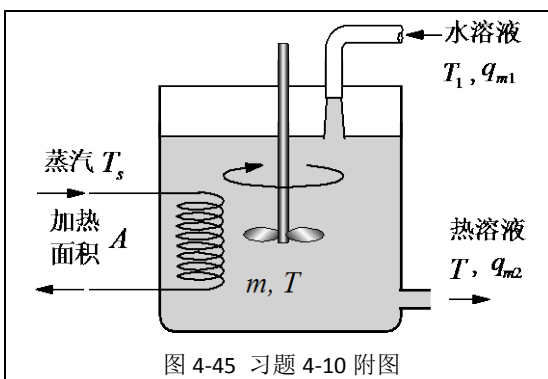

图 4-45 习题 4-10 附图
**4-10** 温度为  $T_1$  的溶液以质量流量  $q_{m1}$  进入搅拌槽加热，加热后的溶液以质量流量  $q_{m2}$  流出，如图 4-45 所示。搅拌槽中安装有加热面积为  $A$  的螺旋管，放热速率  $\dot{Q} = hA(T_s - T)$ ，其中  $h$ 、 $T_s$  分别为换热系数和螺旋管内饱和蒸汽温度，且两者均为定值， $T$  是搅拌槽中溶液温度。在  $t=0$  时刻，搅拌槽中溶液温度为  $T_0$ 、质量为  $m_0$ 。设：搅拌槽保温良好热损失不计，由于充分搅拌搅拌槽中溶液温度场均匀，与传热量相比流体的动能、位能、压力能及搅拌功率均可忽略，且对于不可压缩流体其单位质量的总能（贮存能） $e \approx u = c_p T \approx c_p T$ ，其中  $c_p$  为溶液的定压比热。试确定：